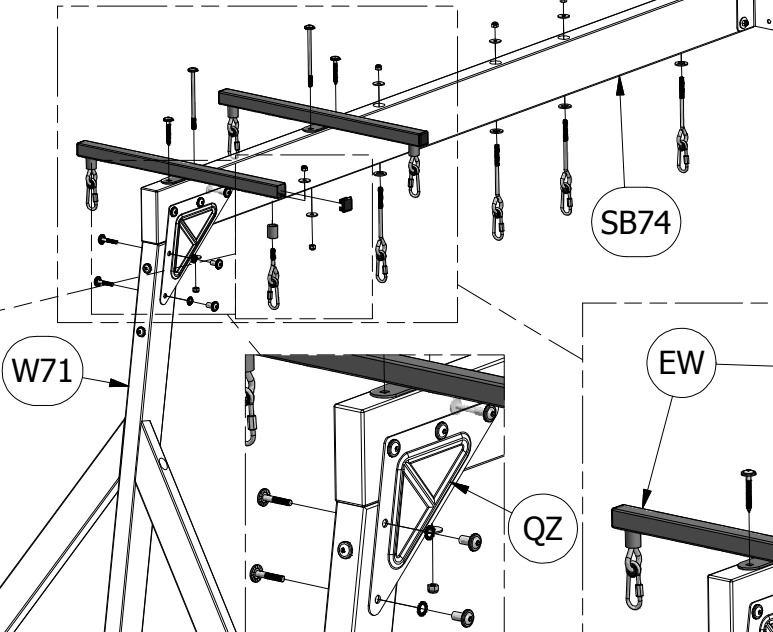

FIG. 1
(2) EW - VELA DE APOYO VERDE - A100065
ADJUNTAR (2) QZ PLACAS DE TRIÁNGULO W71 SOPORTE DE LA CRUZ COLUMPIO USANDO (2) 1-3/4" PERNOS, ARANDELAS Y 7/8" TUERCAS CILÍNDRICAS (Fig. 1).